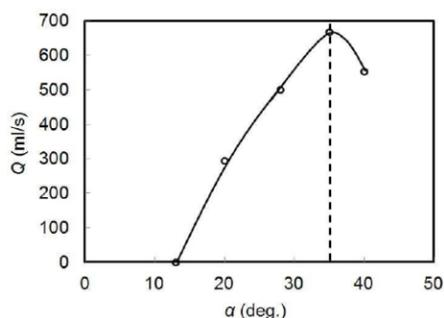

図2 気泡流量の迎角依存性
- 気泡流量は迎角の増大に伴って増加し、最大流量となる迎角が存在することが明らかとなった(図2)。